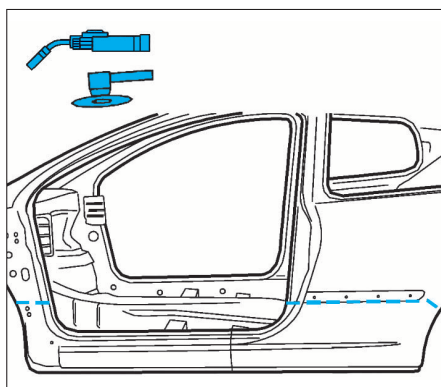

FIG. 93
- Procéder au soudage (Fig.93 à 95) au MIG ou avec une poutreuse électrique puis meuler.